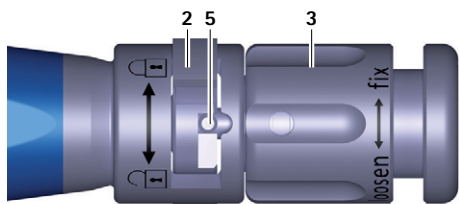
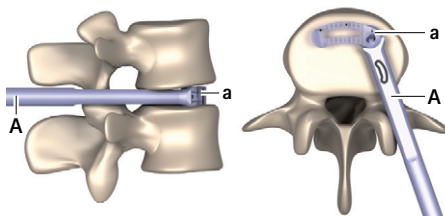

Fig. 3 Vista da vicino, strumento inseritore, interruttore chiuso
Fig. 11 Impianto in posizione finale
- Ruotare l'interruttore 2 verso destra (direzione ) , vedere Fig. 3.
- Ruotare il dado girevole **3** in senso antiorario (direzione „loosen”), finché il pin **5** non si trova completamente nell'interruttore **2**, vedere Fig. 3. Assicurarsi che il pin **5** nell'interruttore **2** non si blocchi.
- Ruotare l'interruttore **2** verso destra (direzione ) , vedere Fig. 3.
- Non appena viene raggiunta la posizione finale (vedere Fig. 11): Ruotare il dado girevole 3 in senso antiorario (direzione „loosen”), finché il pin 5 non si trova completamente nell'interruttore 2, vedere Fig. 3. Assicurarsi che il pin 5 nell'interruttore 2 non si blocchi.
- ▶ Ruotare l'interruttore **2** verso destra (direzione ) , vedere Fig. 3.